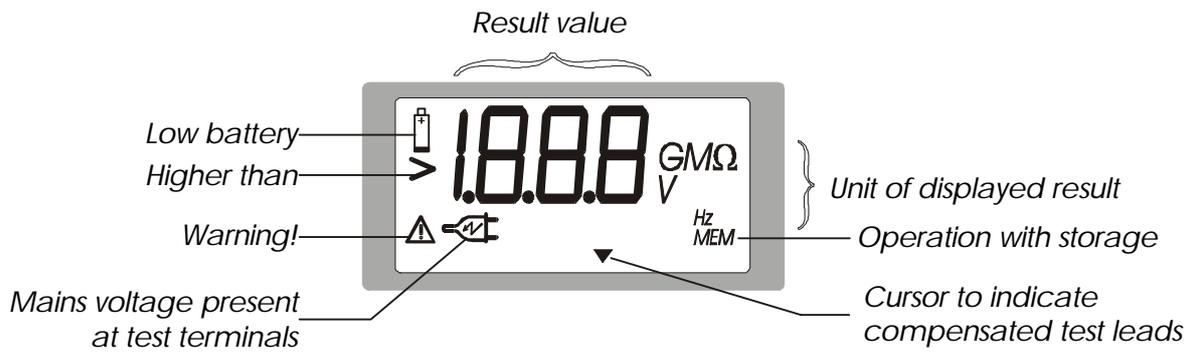

Bild 4. Anzeigesymbole
- Drücken Sie zweimal kurz nacheinander die **START** – Taste. Für kurze Zeit ist der Gesamtwiderstand der Prüflleitungen (einschließlich Widerstände im Gerät) im Display sichtbar, dann erscheint **0.00 Ω**. Der Pfeil im Display, siehe dazu Bild 4, zeigt den Kompensationstatus. In dem Falle ist kompensiert, das Gerät ist bereit für genaue Messungen.